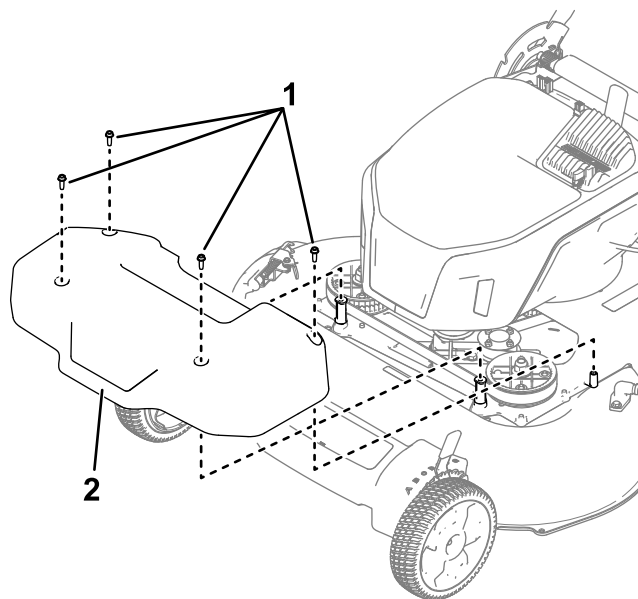

Figure 24
1. Déposez le couvercle du système d'entraînement des lames (Figure 24).